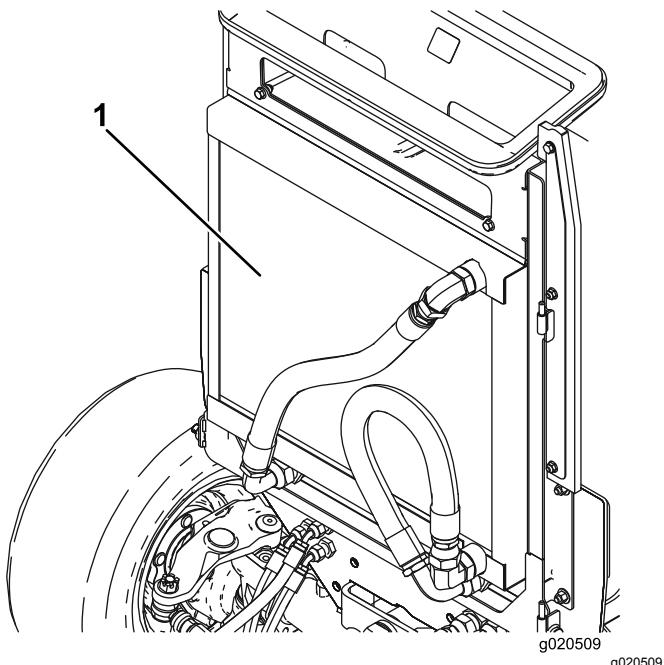

Figura 46
2. Limpie a fondo ambos lados de la zona del enfriador de aceite/radiador (Figura 46) con aire comprimido. Empezando en la parte delantera, sopla los residuos hacia la parte trasera. Luego, límpie desde atrás, soplando los residuos hacia